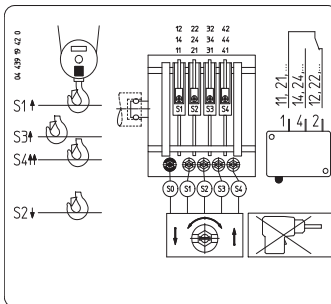

Fig. 3
6.5.2 Standardkran-Variante II (Fig. 3)